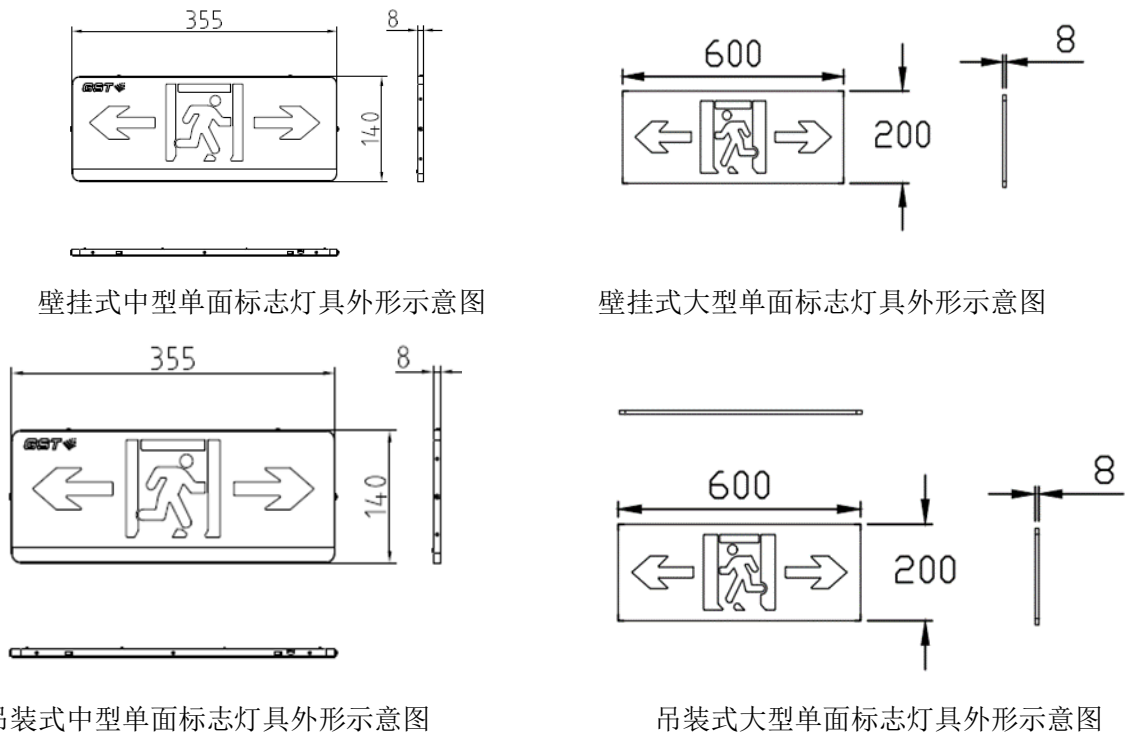

图 36
1. VN400 标志灯按安装方式可分为吊装标志灯和壁挂标志灯 2 大类，外形示意图如图 36 所示。